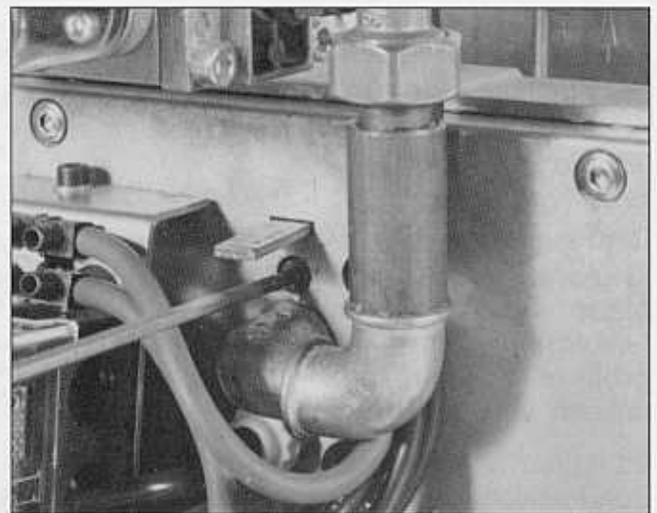

Bild 3: Sekundärlufteinstellung (Düsenstockverstellung)
3. Sekundärlufteinstellung – Bild 3.
#### Einstellung der Mischeinrichtung – Bild 3
Ein starker Luftmangel ist durch einen hohen CO-Wert und einen fallenden CO2-Wert bei weiterer Verringerung der Lufterstellung gekennzeichnet. Sollte bei vollgeöffneter Luftklappe ein Luftmangel herrschen oder die Flamme abreißen, so ist mit der Einstellschraube Bild 3 die Pressung hinter der Stauscheibe zu verringern.